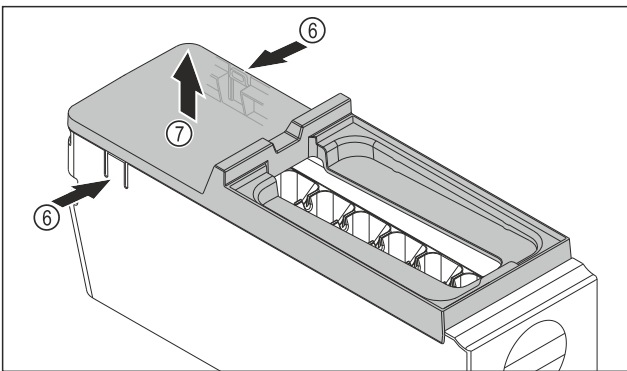

Fig. 77
- ▶ Abdeckung des EasyTwist-Ice-Korpus entnehmen: Laschen Fig. 77 (6) an den beiden Seiten des EasyTwist-Ice-Korpus mit einer Hand drücken.
- ▶ Abdeckung Fig. 77 (7) mit der anderen Hand nach oben entnehmen.